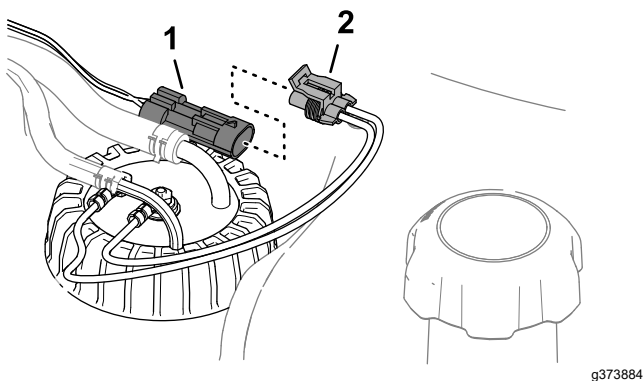

Figure 92
3. Débranchez le connecteur à 2 douilles du faisceau du transmetteur de niveau de carburant du connecteur à 2 broches du faisceau de la machine (Figure 92).